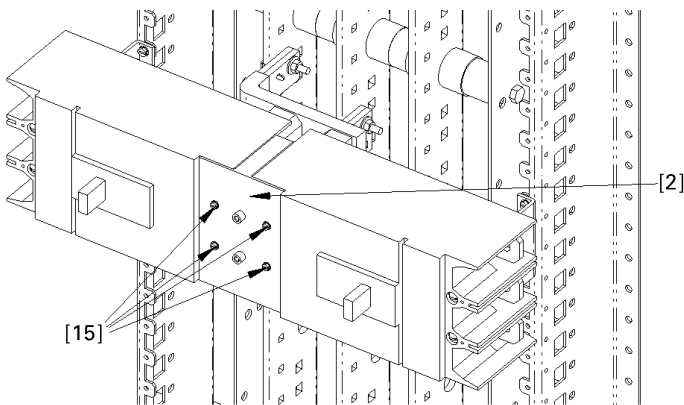

Figure 23. Installation du couvercle de borne par-dessus les bornes de disjoncteur.
8. Installer le couvercle de borne Installer le couvercle de borne par-dessus le centre de l'assemblage, tel qu'illustré à la Figure 23. Fixer le couvercle avec des vis autotaraudeuses [15].